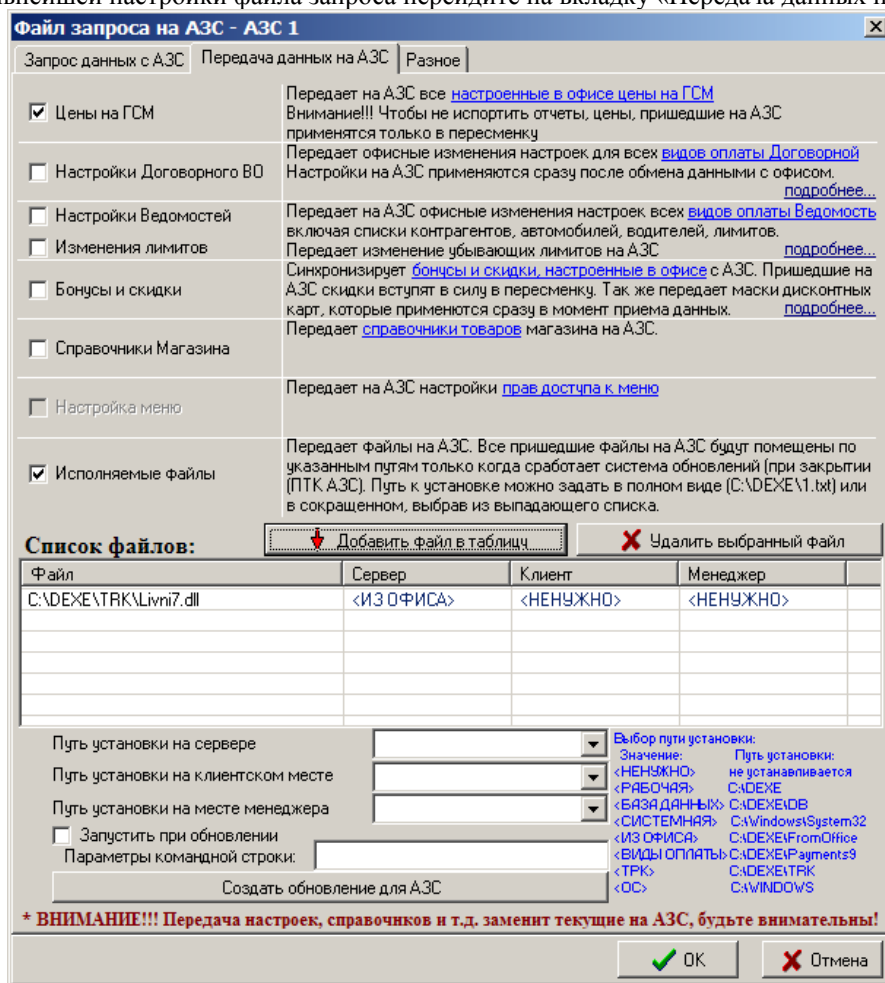

Рис. 23
При выборе «**Не запрашивать**» данные по сопутствующим товарам в офис отправляться не будут. Для дальнейшей настройки файла запроса перейдите на вкладку «Передача данных на АЗС» (рис.23).
На закладке «**Передача данных на АЗС**» (рис.23) отметьте те виды данных, которые нужно передать из офиса на АЗС:
5)Для отправки файла с новыми ценами из офиса на АЗС в окне «Файл запроса на АЗС» (рис.23) на закладке «Передача данных на АЗС» в поле «Цены на ГСМ» поставьте галочку, нажмите «ОК» и отправьте запрос на АЗС через настроенный вид подключения к интернету (в меню «Связь»).
При установлении связи, автоматически, с файлом запроса пересылается файл (XMGSM.SET) с новыми ценами на ГСМ. После отправки на АЗС файла запроса в окне «Файл запроса на АЗС» (рис.23) на закладке «Передача данных на АЗС» в поле «Цены на ГСМ» снимите галочку и нажмите «ОК» (рис.27).